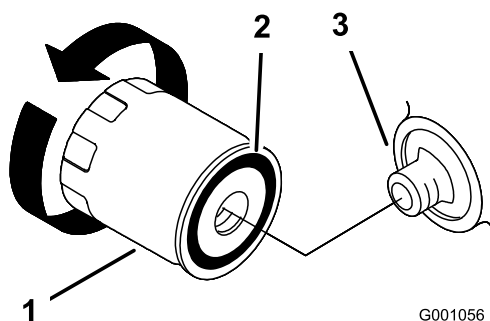

Figura 25
2. Retire el filtro usado y limpie con un paño la superficie de la junta del adaptador del filtro (Figura 25).
3. Aplique una capa fina de aceite nuevo a la junta de goma del filtro nuevo (Figura 25).
4. Instale el filtro de repuesto en el adaptador de filtro; gire el filtro en el sentido de las agujas del reloj hasta que la junta de goma entre en contacto con el adaptador del filtro, luego apriete el filtro de 2/3 a 1 vuelta más (Figura 25).